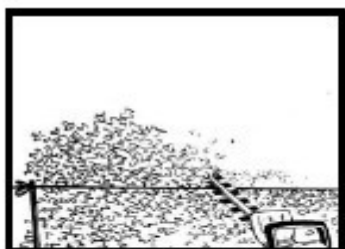

Рис.13
- Для обеспечения надлежащего уровня стрижки, рекомендуется натянуть направляющую линию или нитку вдоль изгороди. Обрезайте все ветки над направляющей линией (Рис.13, 13а).
Рис.13а